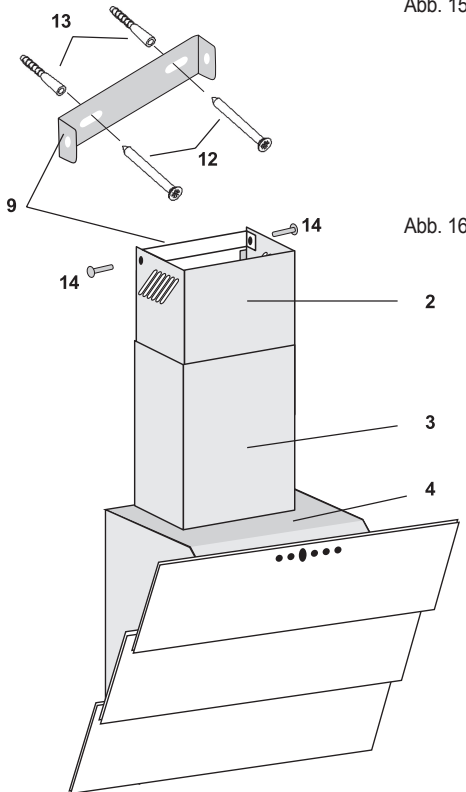

Abb. 16
Bei Umluftbetrieb: den Teleskopschaft (2) so einsetzen, dass die Luftaustrittsschlitze oben sind. (Abb. 16).
Nun den Teleskopschaft (2) bis zur Raumdecke hochziehen und am Montageblech (9) mit 2 Schrauben 3,9x9,5 mm (14) befestigen (Abb. 16).